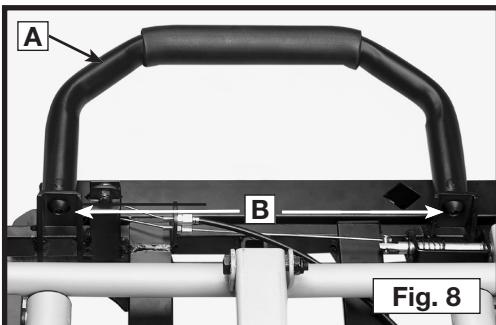

Fig. 8
- Fixez la poignée (élément A de la figure 8) sur l'extrémité de la plateforme de support opposée aux roues à l'aide des deux vis à tête ronde M8 x 25 mm (B) et des deux rondelles de blocage, depuis l'intérieur.